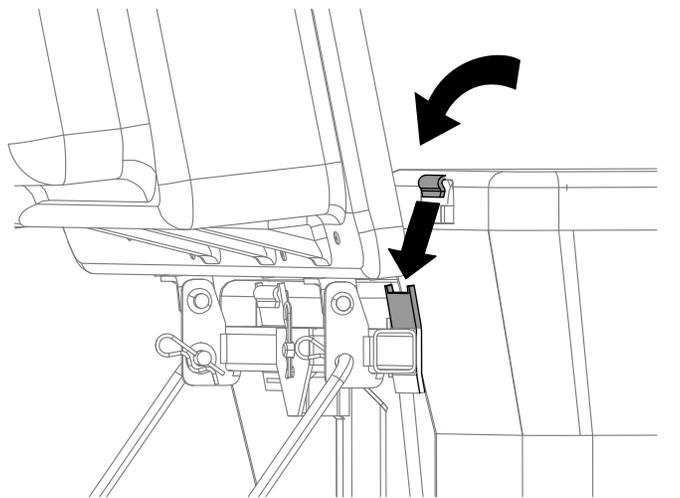

Figura 21
4. Levante la tapa del ensacador e instale las bolsas ensamblas en 9 Ensamblaje de las bolsas de recogida \(página 15\), colocando el enganche del armazón de cada bolsa sobre el soporte de retención (Figura 21).